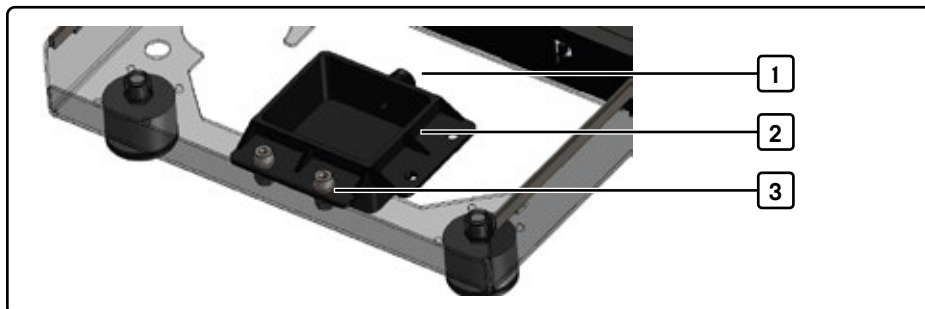

Fig. 5 Bac de vidange installé
1. Montez le bac de vidange [2, Fig. 5] sur le support du plateau de collecte.
2. Branchez le tuyau d'eaux usées au raccord [1, Fig. 5] et fixez-le avec le collier de serrage.